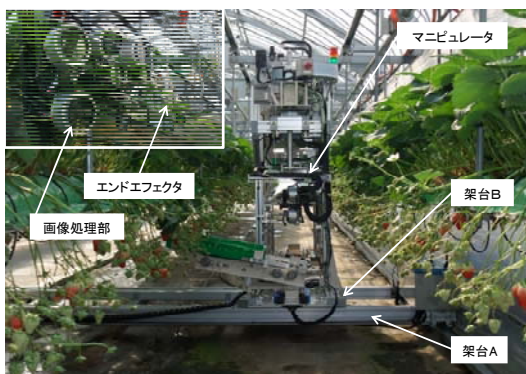

図1 開発したイチゴ収穫ロボット
1. イチゴ収穫ロボットは、ロボット本体と移動プラットフォームに大別されます。ロボット本体は、画像処理部、円筒座標型マニピュレータ、エンドエフェクタ、トレイ収容部から構成されます(図1)。移動プラットフォームは、通路方向に走行する架台Aと、架台Aの上を横方向に移動する架台Bから構成されます。